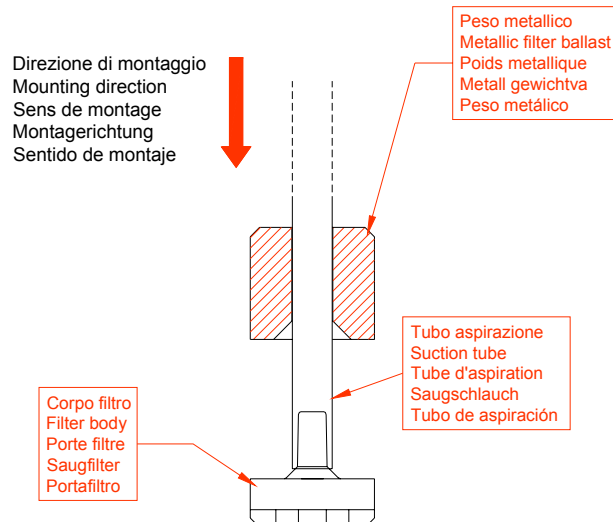

fig. 4
- La fig. 4 illustra la sequenza di montaggio dei pezzi componenti il filtro di aspirazione.